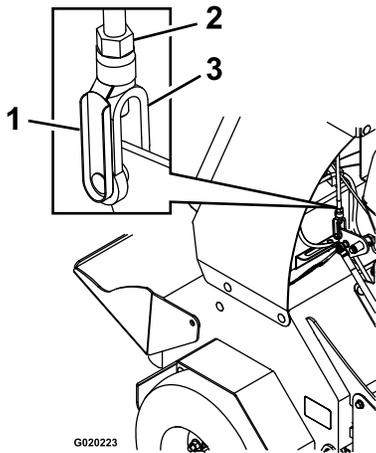

Figura 59
- B. Retire el pasador de muelle del conector de horquilla del acoplamiento de la palanca de control de tracción (Figura 59).
**1.6 mm (1/16")**, gire el acoplamiento de la horquilla (Figura 59) en sentido antihorario.
- D. Instale el pasado de muelle (Figura 59) y mueva la palanca de control hacia adelante.
- F. Retire el pasador de muelle, gire el tensor en sentido horario una vuelta más e introduzca el pasador de muelle (Figura 59).
- Si la palanca de control **toca la barra de referencia**, gire el conector de horquilla (Figura 59) en sentido antihorario (visto desde la parte superior de la máquina).